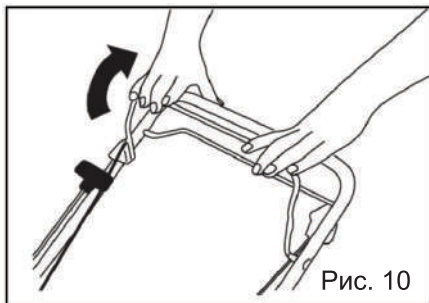

Рис. 10
2. Нажмите и удерживайте рычаг останова двигателя (Рис. 10).